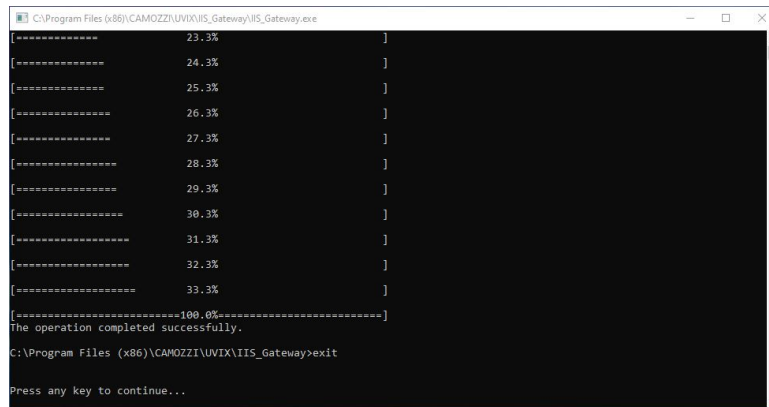

Figura 4.19: Fine installazione IIS
9. Se si è deciso di installare l'IIS attendere la fine e premere un tasto qualsiasi, figura 4.19.